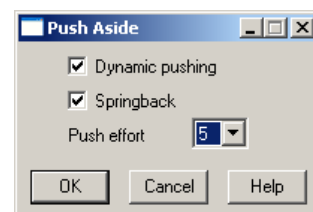

Рис. 19. Настройка расталкивания компонентов.
6. В появившемся на экране окне Push Aside (рис. 19) включим опции Dynamic Pushing (динамическое расталкивание) и Springback (возврат на место), зададим число расталкиваемых компонентов Push effort равное 5 и нажмем кнопку ОК.